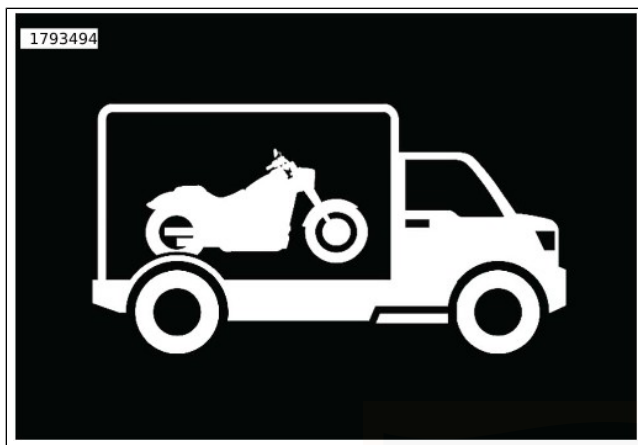

Abbildung 21. Transportmodus-Anzeige
4. Siehe Abbildung 21. Nach der Aktivierung wird auf der IFCU ein Transportmodus-Symbol angezeigt, das darauf hinweist, dass sich das Sicherheitssystem im Transportmodus befindet.